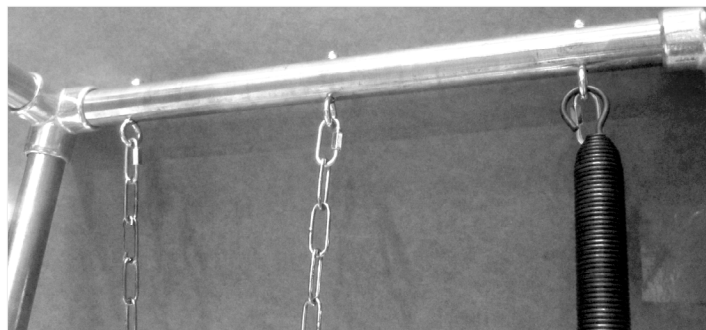

Figure 5
13. Attachez les longues chaînes de sécurité aux boulons à œil externes qui se trouvent sur la partie supérieure du cadre, du côté tête de la machine. Voir la figure 1. Attachez la courte chaîne de sécurité au boulon à œil qui se trouve à mi-hauteur du cadre, du côté tête de la machine. Voir la figure 5.